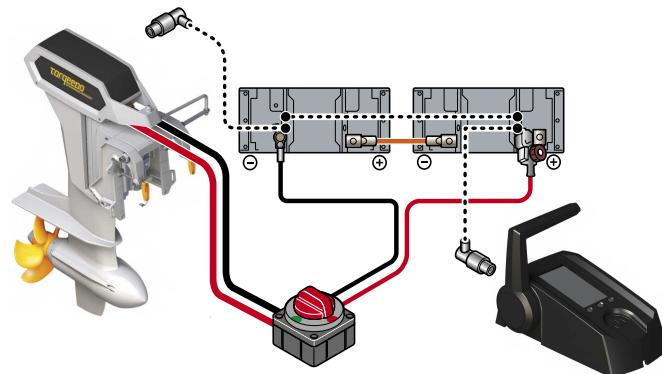

Fig. 53: Schakelschema 26-104
2. Sluit de kabel op de batterijen aan, zie "Fig. 53: Schakelschema 26-104".